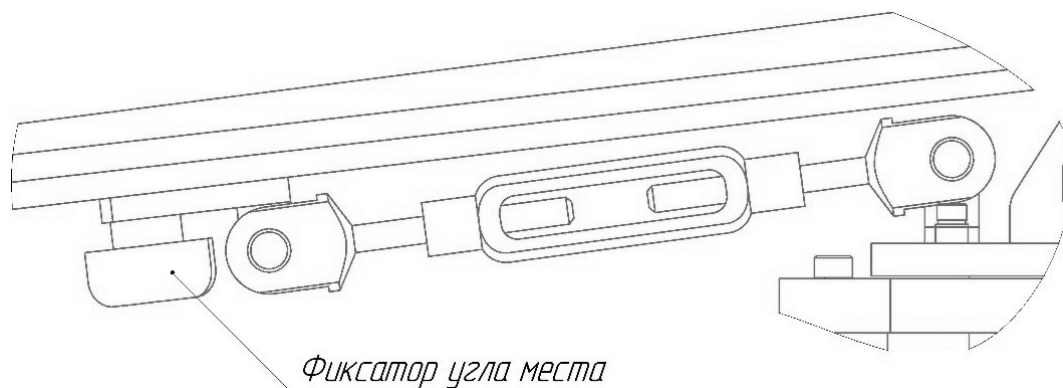

Рисунок 27
13) Установить номинальный угол места. Для этого развернуть штангу облучателя на заданное номинальное значение угла места и затянуть фиксатор (см. рисунок 27).